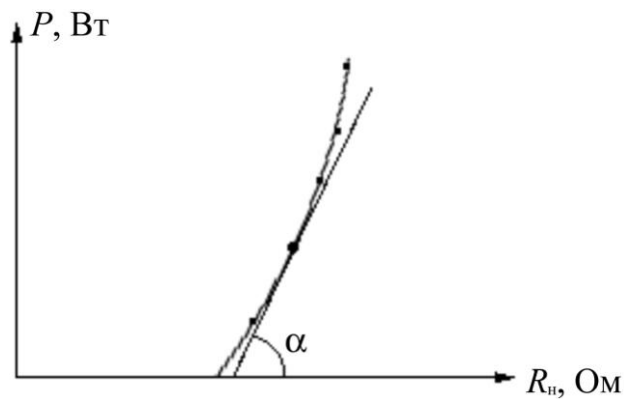

Рис. 2
1. Построить на миллиметровой бумаге график зависимости $P = f(R_n)$ (рис. 2).
3. Рассчитать по формуле (12) коэффициент теплопроводности, а по формуле (10) температуру в выбранных точках.